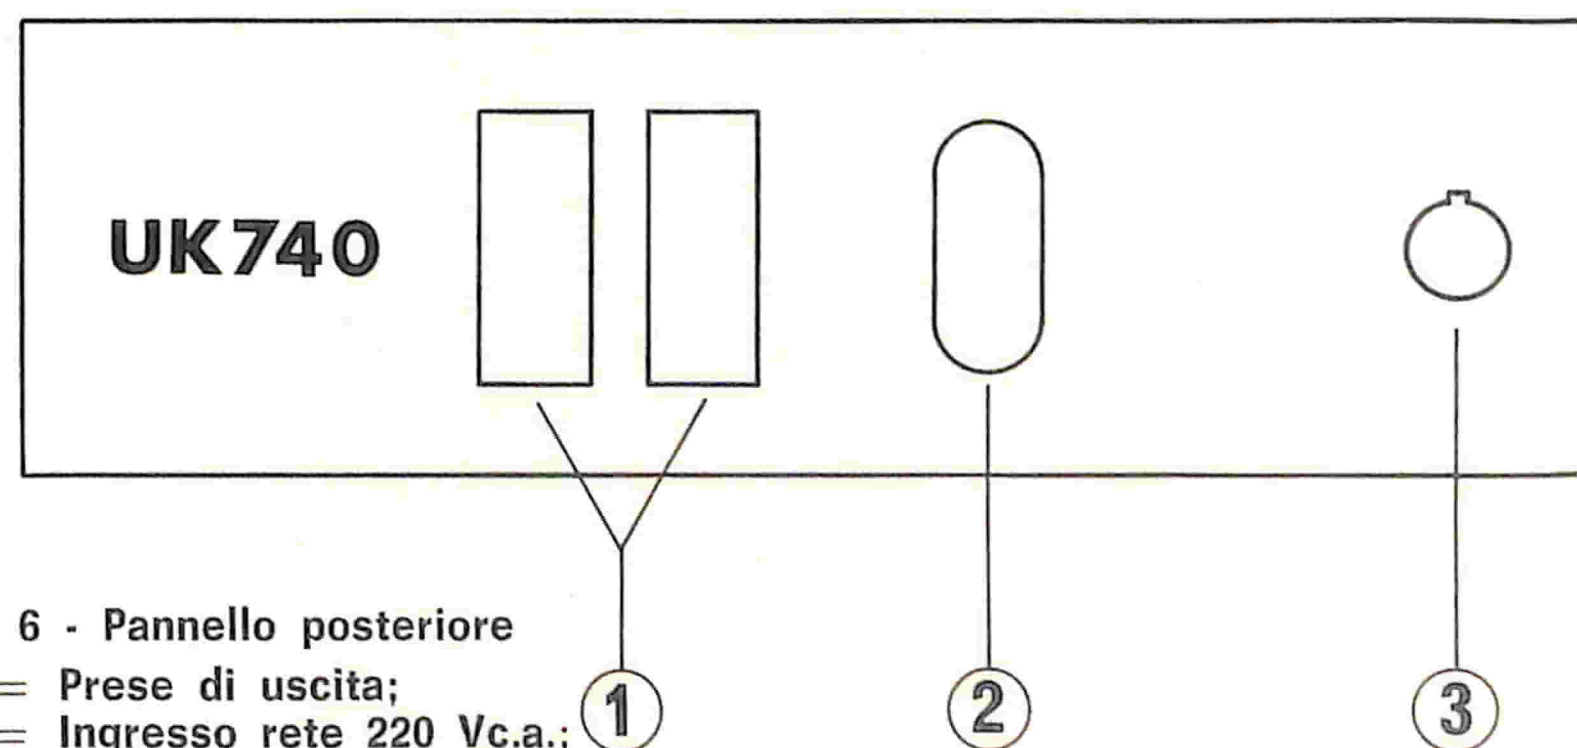

Fig. 6 - Pannello posteriore
- 1) Montare il pannello posteriore — fig. 6 — con il relativo portafusibile, la spina bipolare a vaschetta e le due prese da pannello.